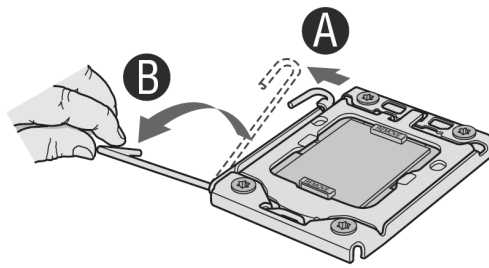

Abbildung 14. Prozessorhalterung öffnen
8. Drücken Sie den Sperrhebel am Prozessorsockel nach unten. Halten Sie den Hebel nach unten gedrückt, und schieben Sie ihn gleichzeitig weg vom Sockel, damit er sich vom Haken löst. Öffnen Sie den Sperrhebel vollständig. Siehe Abbildung 14.